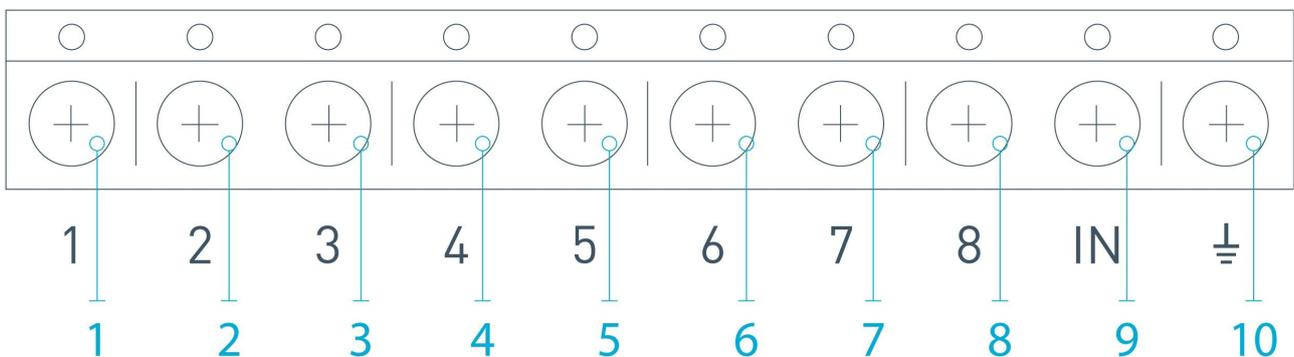

Abb. 17. Hauptausgänge und Eingang „IN“ des Empfängers
3. Die Ausgänge mit den Nummern 1 bis 8 (Abb. 17) entsprechen 8 nominalen Hauptalarmzonen.